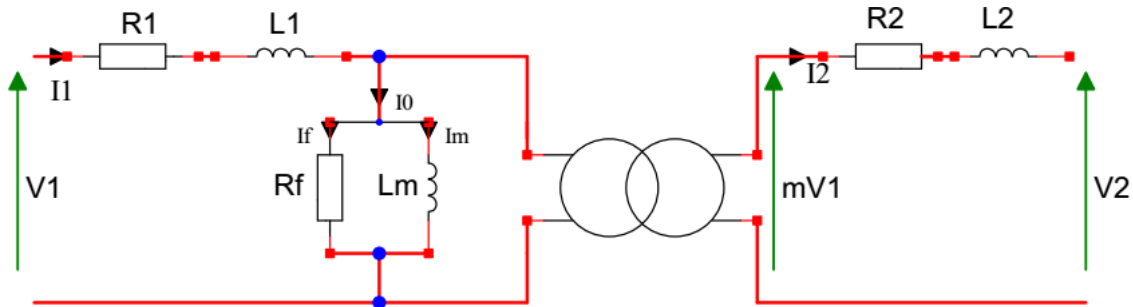

Fig. 1. Schéma équivalent simplifié du transformateur monophasé
Réaliser le circuit de la figure 1, à l'aide d'une alimentation alternative variable On augmente l'intensité du courant, donc on augmente H:
Après quelques manipulations et approximations sur le schéma équivalent complet, on aboutit au schéma équivalent du transformateur monophasé représenté sur la figure 1.
c) En se basant sur le schéma équivalent de la Figure 1 (à vide $I_1 = I_0$) calculer résistance équivalente aux pertes fer (R_f) et l'inductance magnétisante (L_m).
- Redessiner le schéma équivalent de la figure 1 en notant toutes les valeurs obtenues (R_f , L_m , R_s et L_s).